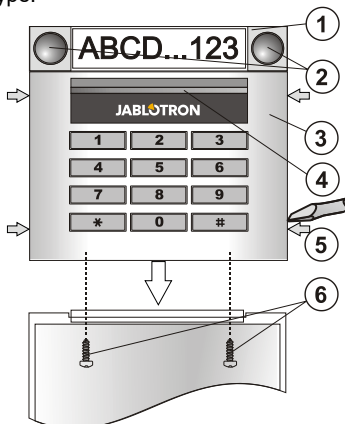

Рисунок: 1 – контрольный сегмент; 2 – кнопки сегмента; 3 – модуль клавиатуры; 4 – кнопка активации подсветки; 5 – защелки для открытия; 6 – винты крышки;
1. Последовательно нажмите на защелки (5) на сторонах (см.рис.1) и отделите модуль от пластикового основания.
6. Подключите адресный кабель к терминалам шины (10).